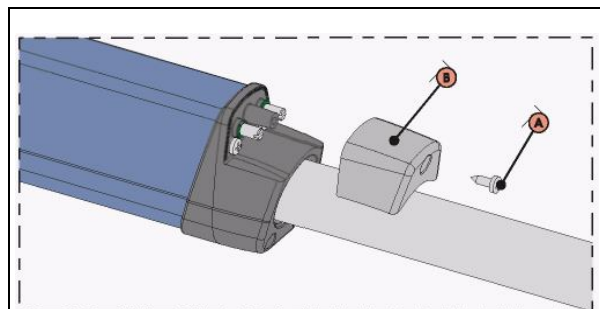

Рис. 19
- 1) Для доступа к выключателям необходимо снять крышку (рис. 19, поз. В), выкрутив винт (рис. 19, поз. А).
- 5) Установите на место крышку (рис. 19, поз. В) и затяните винт (рис. 19, поз. А).